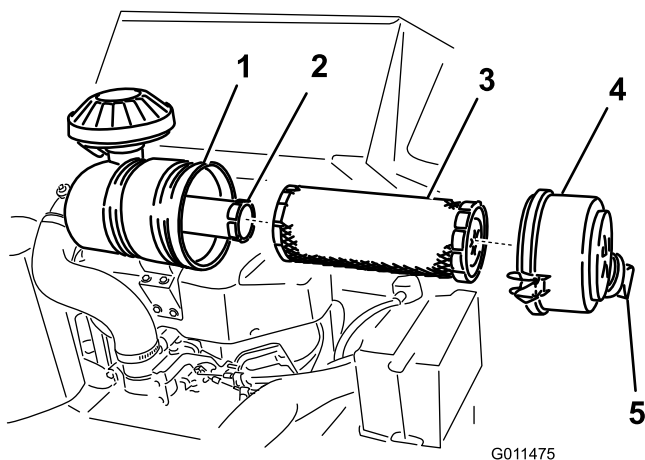

Bild 34
3. Lösen Sie die Riegel am Luftfilter und ziehen Sie die Abdeckung vom Gehäuse ab (Bild 34).
1. Schieben Sie den Hauptfilter vorsichtig aus dem Luftfiltergehäuse heraus (Bild 34). Vermeiden Sie ein Anstoßen des Filters an der Seite des Gehäuses.
4. Wenn Sie den Sicherheitsfilter auswechseln, schieben Sie den neuen Filter vorsichtig in das Filtergehäuse (Bild 34).
5. Schieben Sie den Hauptfilter vorsichtig auf den Sicherheitsfilter (Bild 34). Stellen Sie sicher, dass dieser einwandfrei einliegt, indem Sie beim Einbauen auf den äußeren Rand des Filters drücken.
6. Setzen Sie die Luftfilterabdeckung auf (die Staubkappe sollte so wie in Bild 34 dargestellt ausgerichtet sein) und befestigen Sie die Riegel.